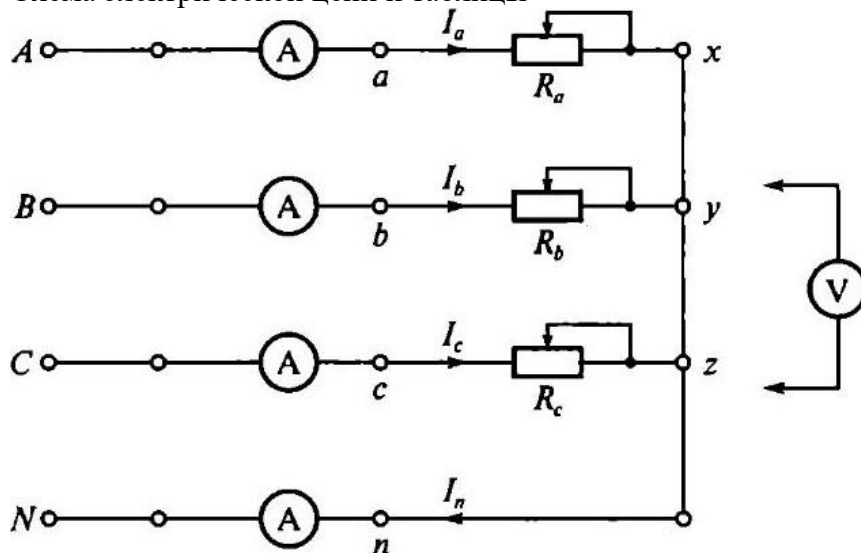
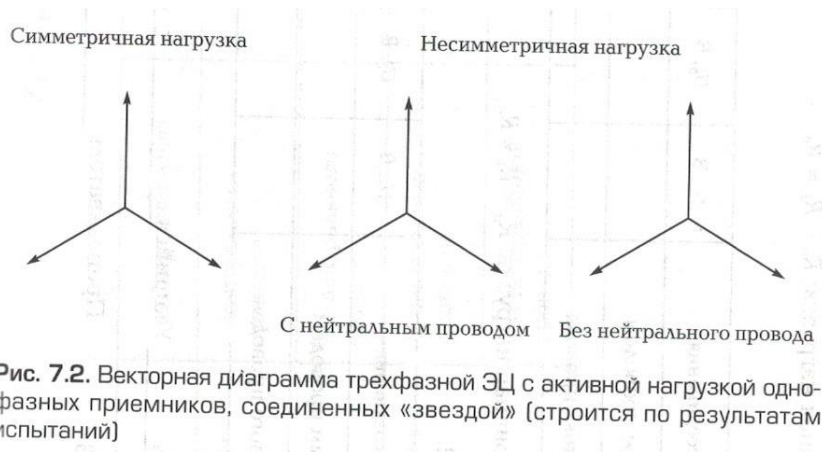

Рис. 5.1. Схема трехфазной ЭЦ с активной нагрузкой однофазных приемников, соединенных «звездой»
Рис. 5.2. Векторная диаграмма трехфазной ЭЦ с активной нагрузкой фазных приемников, соединенных «звездой» (строится по результатам испытаний).
Схема электрической цепи (ЭЦ) с включенными в нее измерительными приборами приведена на рис. 5.1. В качестве измерительных приборов в работе используются:
1. Собрать ЭЦ в соответствии с рис. 5.1. С помощью переключателя пределов установить наибольшую номинальную величину измерительных приборов. После проверки схемы
5. На основании данных табл. 5.1 и 5.2 с учетом рис. 5.1 вычислить полные сопротивления фаз 4 и углы сдвига фаз между током и напряжением (РФ, результаты занести в табл. 5.3.
3. В табл. 5.4 даны значения линейного напряжения и фазных сопротивлений ЭЦ, приведенной на рис. 5.1. Номер варианта соответствует номеру стенда. На основании данных табл. 5.4 для своего варианта вычислить фазные напряжения и токи для ЭЦ (нейтральным проводом). Результаты занести в табл. 5.1 и 5.2. На основании данных табл. 5.1 и 5.2 построить на рис. 5.2 в масштабе векторные диаграммы напряжений и токов. По векторным диаграммам определить значение тока в нейтральном п проводе.
1. В соответствии с данными табл. 5.1, 5.2 и 5.3, полученными в процессе лабораторной работы, построить на рис. 5.2 векторные диаграммы напряжений и токов, выбрав соответствующие масштабы m_U , В/мм, и m_I мА/мм. На основании векторных диаграмм определить значение тока в нейтральном проводе и напряжение смещения нейтрали. Результаты занести в табл. 5.3.